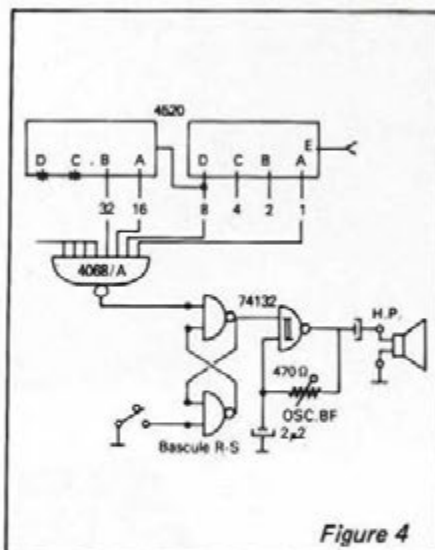

Figure 4
Le 4520 est un double compteur binaire (div. par 16). Ses sorties sont reliées au 4068/A comme indiqué fig. 4. Tel que représenté, la sortie du 4068 passera au niveau 0 lorsque les compteurs auront enregistré 57 impulsions, faisant basculer l'ensemble 1-2. On obtient le nombre 57 en additionnant le poids binaire de chacune des sorties utilisées : $1 + 8 + 16 + 32 = 57$. La sortie de (2) passe au niveau 1, permettant à l'oscillateur BF de fonctionner.
Pour arrêter la BF, il faut envoyer une impulsion négative ou un niveau zéro sur l'entrée non utilisée de (1). Cette manœuvre est simulée, fig. 4, par un poussoir. En réalité, c'est le 4068/B qui effectue cette opération.